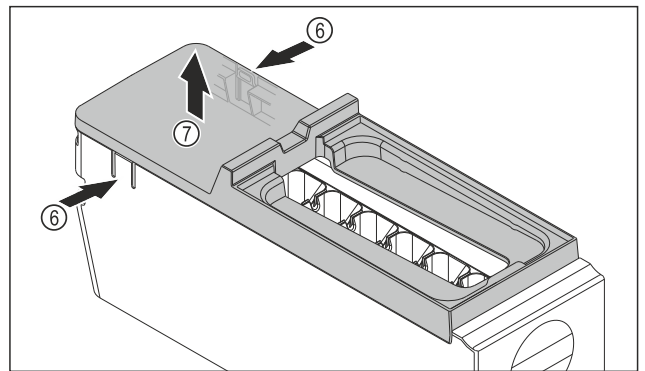

Fig. 106
- ▶ Retirer le couvercle du corps de l'EasyTwist-Ice : D'une main, pousser les languettes Fig. 106 (6) des deux côtés du corps de l'EasyTwist-Ice.
- ▶ De l'autre main, retirer le couvercle Fig. 106 (7) vers le haut.